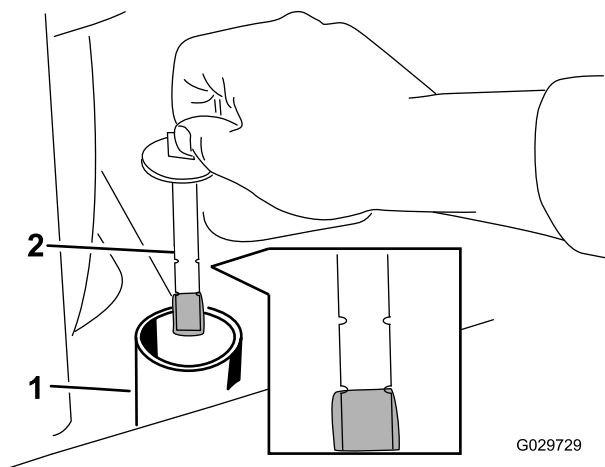

Figura 71
8. Îndepărtați capacul buonului rezervorului de ulei hidraulic i verificați nivelul uleiului pe jojă (Figura 71).